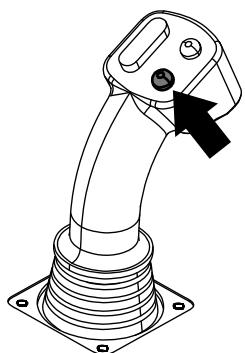

Figura 36
10. Mantenga pulsado el botón inferior del joystick (Figura 36) para liberar el tubo (Figura 37) y suelte el botón.